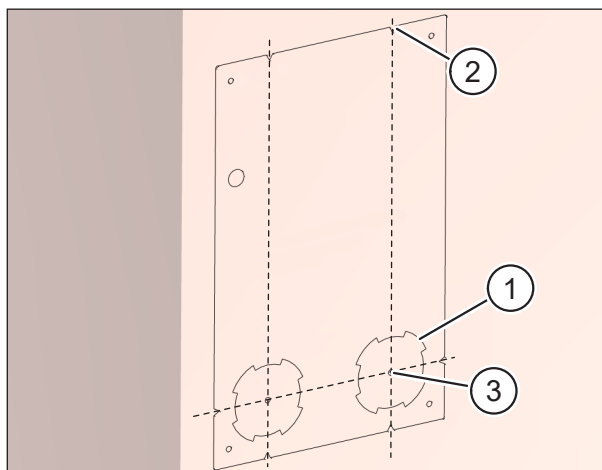

Fig. 15: Marcaje pe peretele interior
- ▶ Marcați conturul (elementul 1 în Fig. 15) secțiunilor pre-perforate pentru găurile de carotare pe peretele interior.
- ▶ Marcați cele șase creștături (elementul 2 în Fig. 15) ale șablonului pe peretele interior.
- ▶ Trasați reticulele (elementul 3 în Fig. 15) pentru găurile de carotare cu ajutorul celor șase creștături marcate.
- ▶ Verificați marcajele pentru găurile de carotare prin confruntare cu Fig. 15.